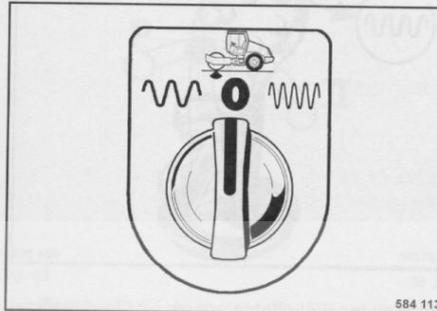

fig. 50
- Sélectionner les fréquences/amplitudes à l'interrupteur rotatif (fig. 50).